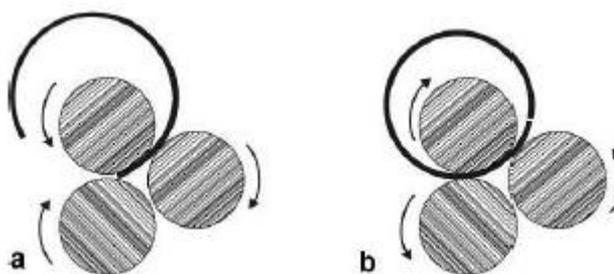

Рисунок 10-3
2. Подайте заготовку в станок. По мере приближения к концу (рис. 10-3а) остановите станок и измените направление (рис. 10-3б).